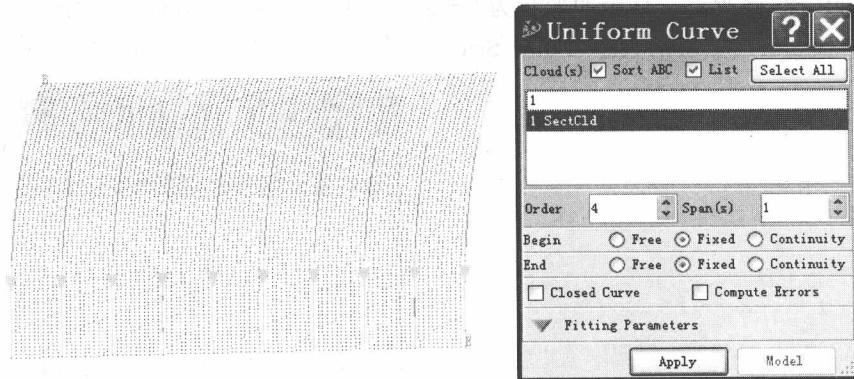

图 1.8
(5) 选择 Construct \rightarrow Curve from Cloud \rightarrow Uniform Curve,如图 1.8 所示,选择新得到的名为“1 SectCld”的